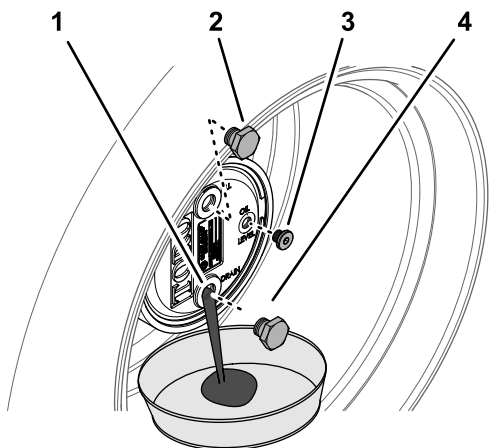

図 67
2. 補給プラグが時計の 12 時を指し、点検プラグが 3 時の位置を指すようにマシンを駐車する 図 67。
3. プラネタリハブの下にオイル回収容器を置き、6時の位置にあるドレンプラグを外してオイルを抜く図 67。
5. プラネタリハウジングのドレン穴にプラグを取り付ける図 67。